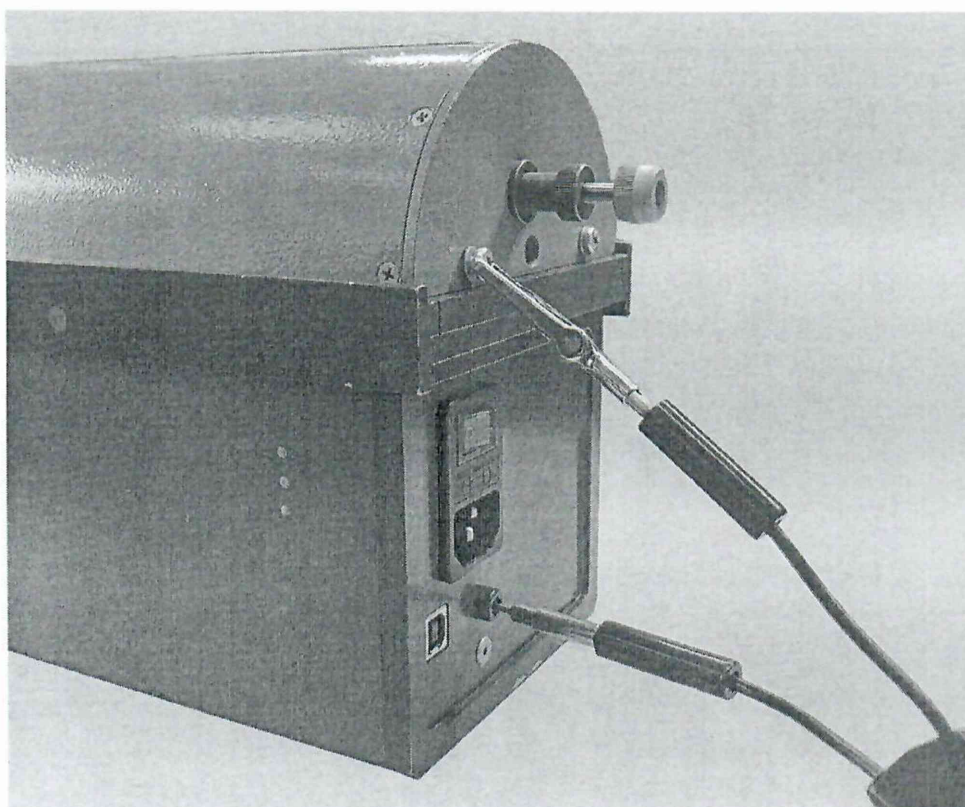

Рисунок 2 – Схема измерения частоты и длительности импульса
7.4.2.1 К измерительному разьему на корпусе установки подключить осциллограф, как показано на рис. 2.
7.4.3.1 К измерительному разъему на корпусе установки подключить осциллограф, как показано на рис. 2.
7.4.5.1 К измерительному разъему на корпусе установки подключить частотомер, как показано на рис. 2.